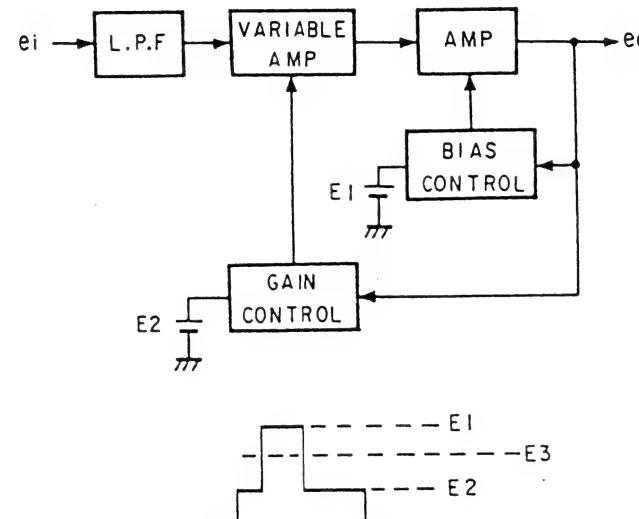

図2
L.P.F (Q701), 可変増幅器 (Q702～Q705) AMP (Q706, Q707), バイアスコントロール回路 (Q708～Q710), ゲインコントロール回路 (Q711, Q712) より構成されています。図2の e_o (Q707のコレクタ) には、反転した COMPOSITE VIDEO (SYNC) 信号が output されます。バイアスコントロール回路は、 e_o の最大値と E1 (Q708のベース電圧) を比較し、一致するように AMP のバイアスをコントロールします。また、ゲインコントロール回路は、 e_o のペデストル電圧と E2 (Q711のベース電圧) を比較し一致するように可変増幅器のゲインをコントロールします。